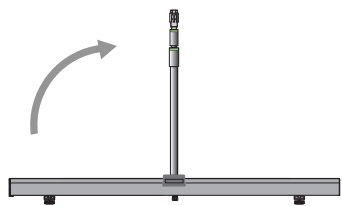

图 8
4. 在拉杆固定处将下拉杆完全抬起，使下拉杆卡入后底座槽位内，并与壳体成 90 度直角。（如图8）